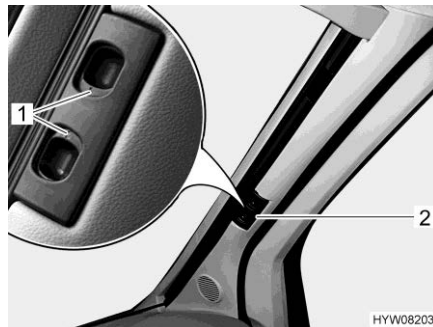

Bild 105 Plisségardin (vindruta)
- Tryck in låshandtagen (Bild 105,1) och håll dem intryckta.
- Håll plisségardinen för vindrutan i handtaget (Bild 105,2) och dra den mot fönstrets mitt.
- Skjut de två hälfterna av plisségardinen för vindrutan utåt så långt det går, ta tag i handtaget (Bild 105,2). Dra upp handtaget till samma höjd som låsspåret.
- Släpp låshandtagen (Bild 105,1) och låt dem haka fast.